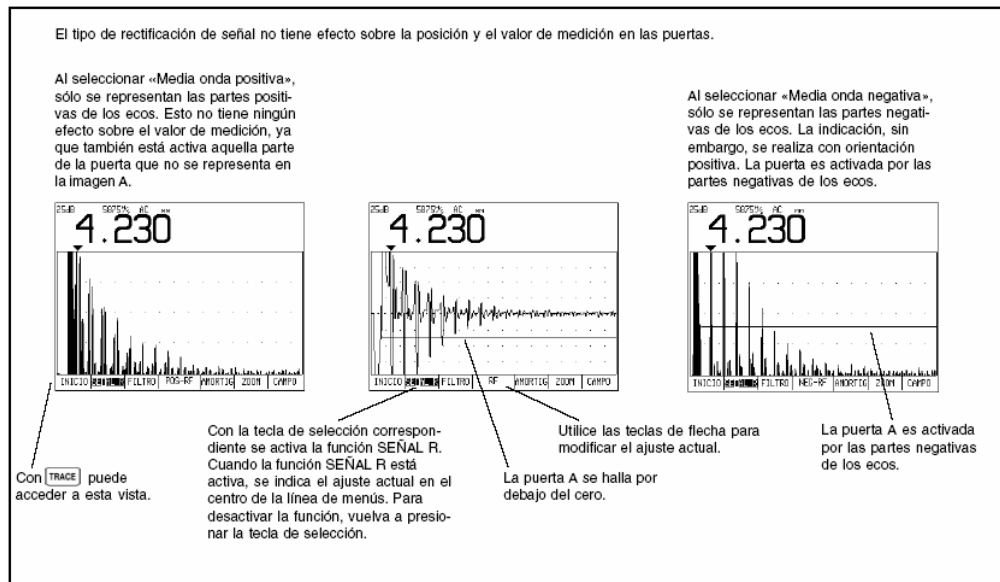

Figura 4-8 Existen tres posibilidades de ajustar el tipo de rectificación de señal.
Como muestra la Figura 4-8, el aparato le ofrece tres posibilidades para el tipo de rectificación de señal: los impulsos de eco; RF, media onda negativa o media onda positiva. Todos los espesores de pared se calculan sobre la base de la onda completa (RF), independientemente del tipo de rectificación de señal seleccionado actualmente.